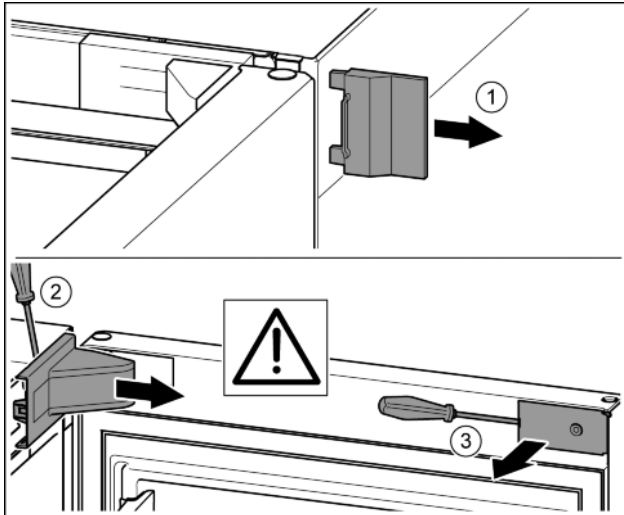

Fig. 7
- ▶ Buitenste afdekking verwijderen. Fig. 7 (1)
- ▶ Afdekking van de lagerbus met behulp van een schroevendraaier losmaken. Afdekking van de lagerbus verwijderen. Fig. 7 (2)
- ▶ Paneel met de sleufschroevendraaier losmaken en naar de zijkant draaien. Fig. 7 (3)